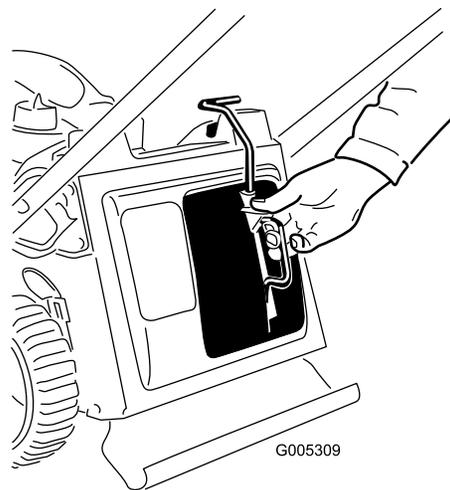
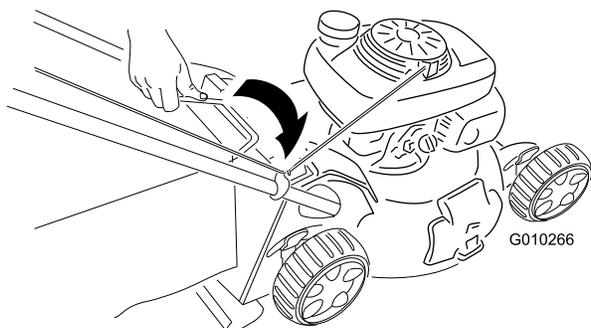

Figura 19
Figura 20
3. Serrate saldamente la manopola della sezione superiore della stegola (Figura 19).
1. Installate il tappo mulching (Figura 19) o il cesto di raccolta (Figura 20) sulla macchina.